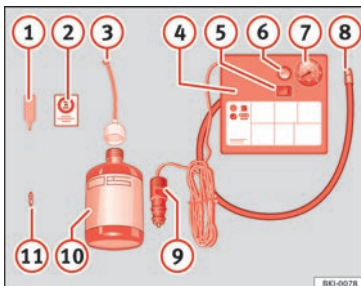

Abb. 105 Prinzipdarstellung: Bestandteile des Pannensets
Das Pannenset befindet sich im Gepäckraum unter dem Bodenbelag. Es besteht aus folgenden Bestandteilen »» Abb. 105:
Den Reifenfüllschlauch »» Abb. 105 ⑧ wieder anschließen und den Reifendruck an der Reifendruckanzeige ⑦ ablesen.